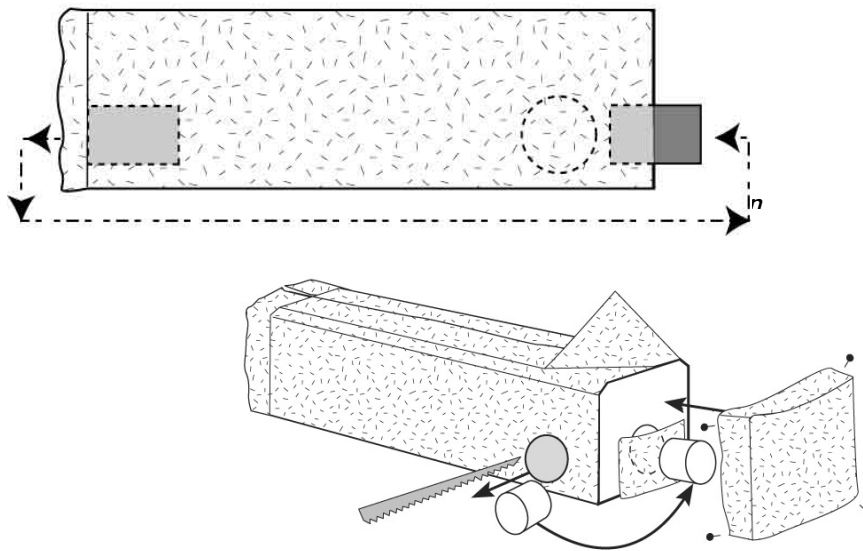

Figure 5 - Mise place du manchon pour angle droit
Tous les blocs CLIPCEN ont un pré-découpage sur les côtés pour permettre de réaliser les angles à 90° (Voir figure 5)
- A l'aide du cylindre découpé, placez une nappe de géotextile de 25cm x 25cm devant le cylindre, fermer l'entrée du collecteur puis recouvrir le géotextile (Voir figures 5 et 6).